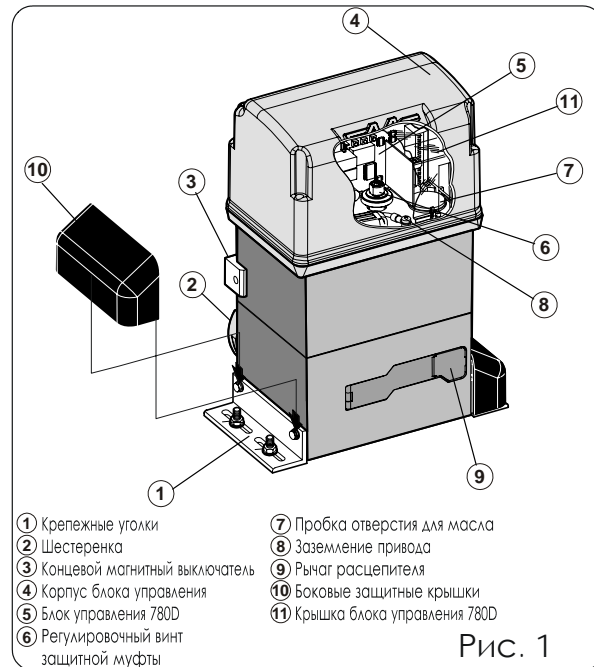

Рис. 1
1. Откройте защитную дверцу и вставьте ключ в замок (рис. 1).